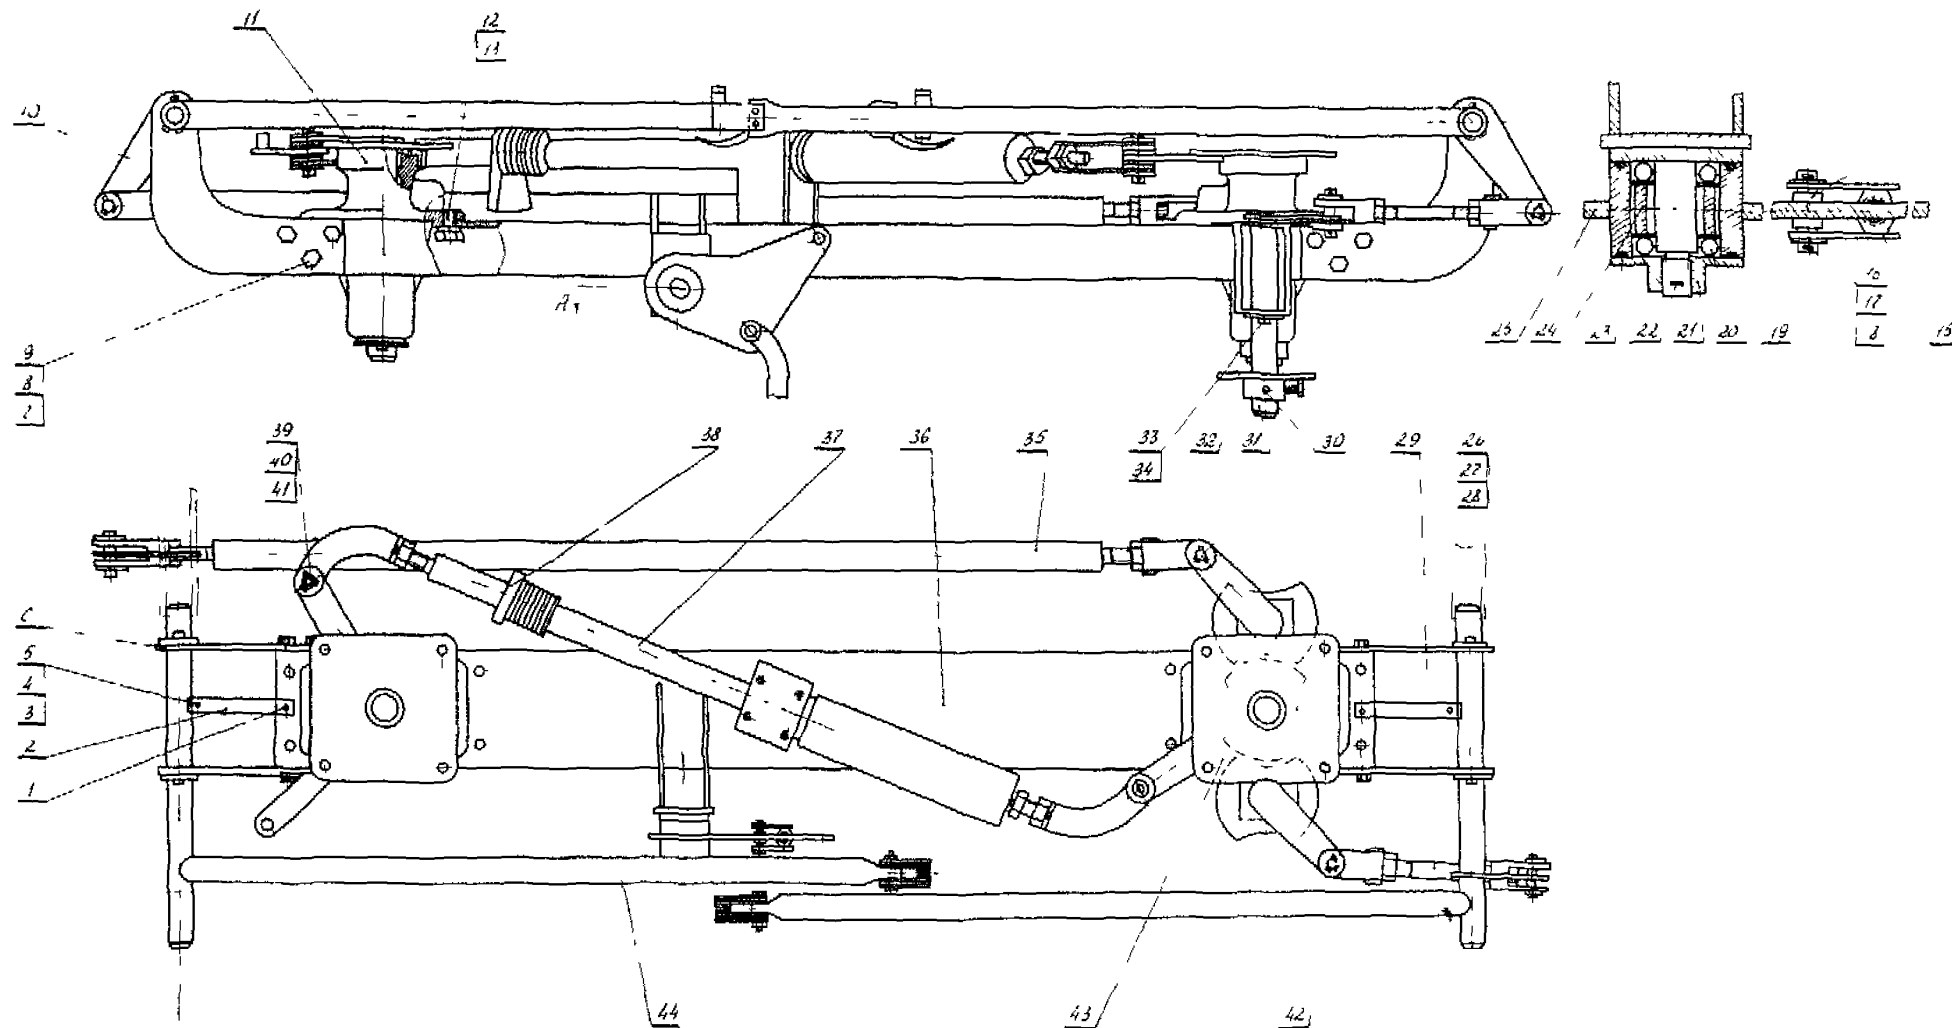

Рис. 3. Цоколь ведущего кабеля:
02.6. Расшлинтовать, отсоединить и снять тяги 29 (рис. 3) и 35.